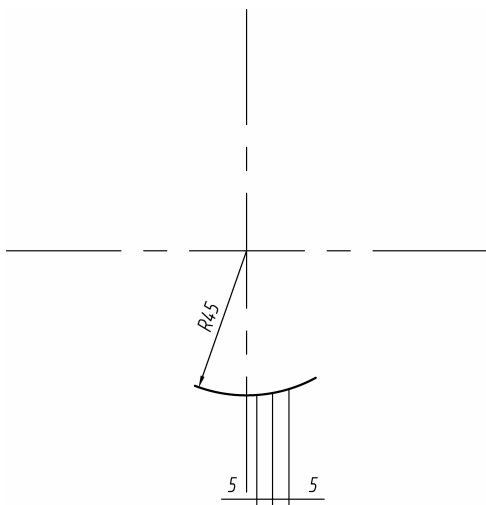

图 3-16 初始辅助图
- (1) 建立相应图层和样式等。
- (2) 根据所给的尺寸画出中心线和辅助圆弧等,如图 3-16 所示。